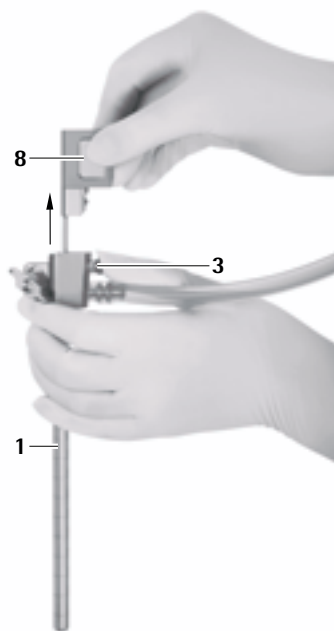

Abb. 10
- Entriegelungsknopf **3** drücken und Obturator für Optikkanal **8** vorsichtig aus MINOP inVent-Trokar **1** herausziehen, siehe Abb. 10.